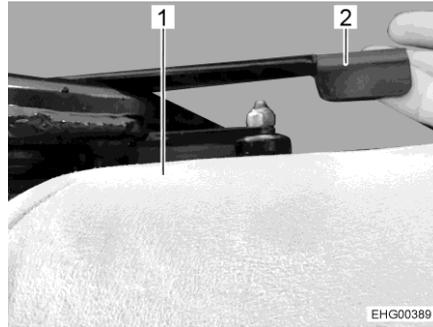

Bild 23 Rückenlehne, unterer Teil
- Hebel (Bild 23,2) unten am Sitz nach oben drücken.
- Unteren Teil der Rückenlehne (Bild 23,1) aufrecht stellen.